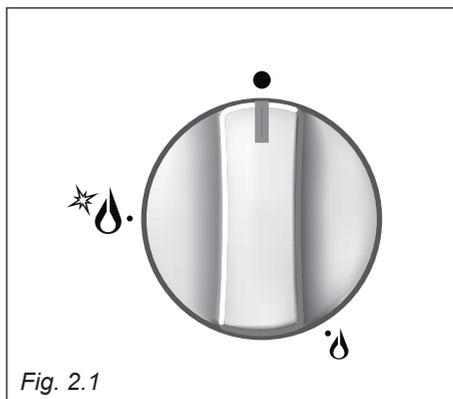
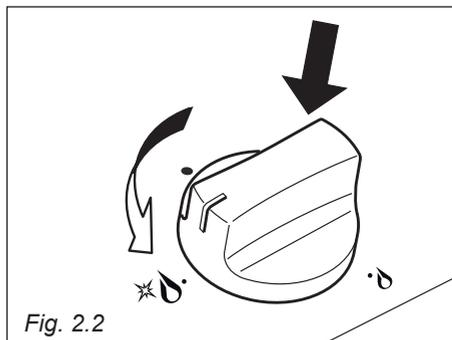

Fig. 2.1
Fig. 2.2
- A l'aide d'une clé plate, remplacer les injecteurs "J" (fig. 2.2 - 2.3) par ceux qui conviennent au gaz que l'on va utiliser.
L'arrivée du gaz au brûleur est commandée par une manette (fig. 2.1).
1. Pour allumer le brûleur, appuyer sur la manette et la faire tourner (fig. 2.1) jusqu'à la position de débit maximum  (grande flamme); puis continuer à appuyer sur la manette jusqu'à ce que l'allumage se fasse (fig. 2.2). En cas de coupure de courant électrique approcher une flamme du brûleur.